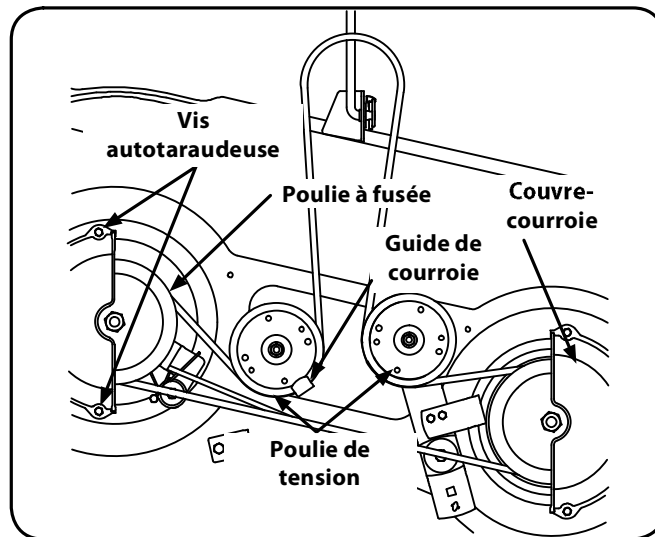

Figure 7-6
2. Retirez les couvre-courroies en enlevant les vis autotaraudeuses qui les maintiennent sur le plateau de coupe. Voir la Fig. 7-6.
4. Dégagez doucement la courroie du plateau de coupe des deux poulies à fusée et des deux poulies de tension du plateau de coupe. Voir la Fig. 7-6.